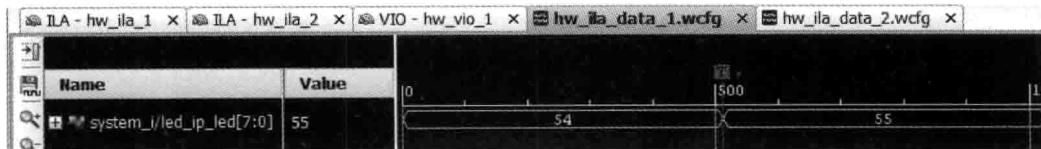

图 4.114 满足条件的触发波形
- (8) 将 hw\_il\_1 触发器的位置设置为 512。确认开关没有设置到 01010101。
- (9) 在 Hardware 窗口下，选择 hw\_il\_1，单击右键。在浮动菜单内，选择 Run Trigger。
- (10) 在 SDK 窗口下，单击 Resume 按钮。
- (11) 改变开关，观察相应的 LED 的 ON 或者 OFF 状态。
- (12) 当满足条件(0x55)时，出现如图 4.114 所示的波形图。